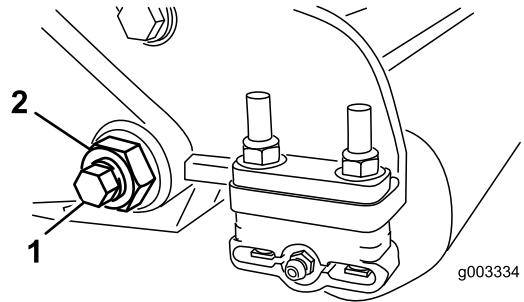
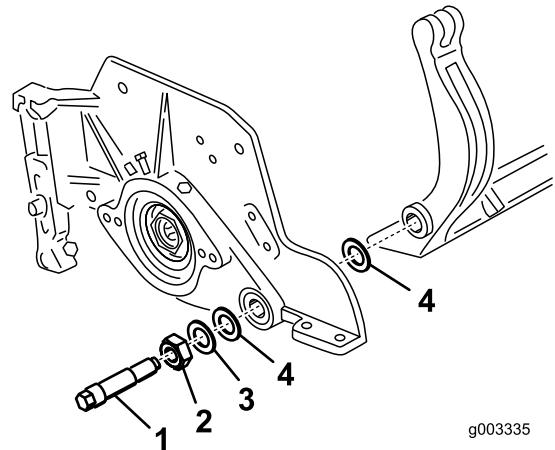

Bild 34
Bild 35
3. Lösen Sie an jeder Seite der Maschine die Klemmmutter, mit der die Schraube des Untermesserträgers befestigt ist (Bild 34).
4. Nehmen Sie jede Schraube des Untermesserträgers ab, damit der Untermesserträger nach unten gezogen und von der Maschine entfernt werden kann (Bild 34). Bewahren Sie die beiden Nylonscheiben und die beiden Scheiben aus gestanzten Stahl an jedem Ende des Untermessers auf (Bild 35).
2. Befestigen Sie den Untermesserträger mit den Untermesserträgerschrauben (Muttern an den Schrauben) und den sechs Scheiben an jeder Seitenplatte. Legen Sie eine Nylonscheibe an jede Seite des Seitenplattenansatzes. Legen Sie eine Stahlscheibe außen auf jede Nylonscheibe (Bild 35). Ziehen Sie die Schrauben mit 37 bis 45 Nm an. Ziehen Sie die Sicherungsmuttern an, bis sich die Stahlscheibe außen nicht mehr dreht und kein Spiel am Ende vorhanden ist, ziehen Sie jedoch nicht zu
9. Befestigen Sie den Untermesserträger mit den Untermesserträgerschrauben (Muttern an den Schrauben) und den sechs Scheiben an jeder Seitenplatte. Legen Sie eine Nylonscheibe an jede Seite des Seitenplattenansatzes. Legen Sie eine Stahlscheibe außen auf jede Nylonscheibe (Bild 37). Ziehen Sie die Schrauben mit 37 bis 45 Nm an. Ziehen Sie die Sicherungsmuttern an, bis sich die Stahlscheibe außen nicht mehr dreht und kein Spiel am Ende vorhanden ist, ziehen Sie jedoch nicht zu stark an oder verbiegen Sie die Seitenplatten. Die Scheiben innen können einen Abstand aufweisen (Bild 35).